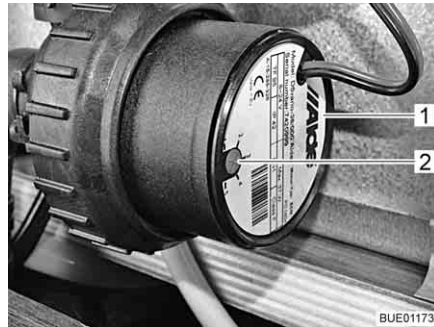

Fig. 163 Réduction de la vitesse de rotation
Le bouton tournant (Fig. 163,2) permet de régler la vitesse de rotation du circulateur. Une faible vitesse de rotation réduit les bruits de fonctionnement de la pompe.
Le bouton tournant se trouve sur le circulateur (Fig. 163,1).
- Tourner le bouton tournant (Fig. 163,2) dans le sens inverse des aiguilles d'une montre. La puissance est réduite.